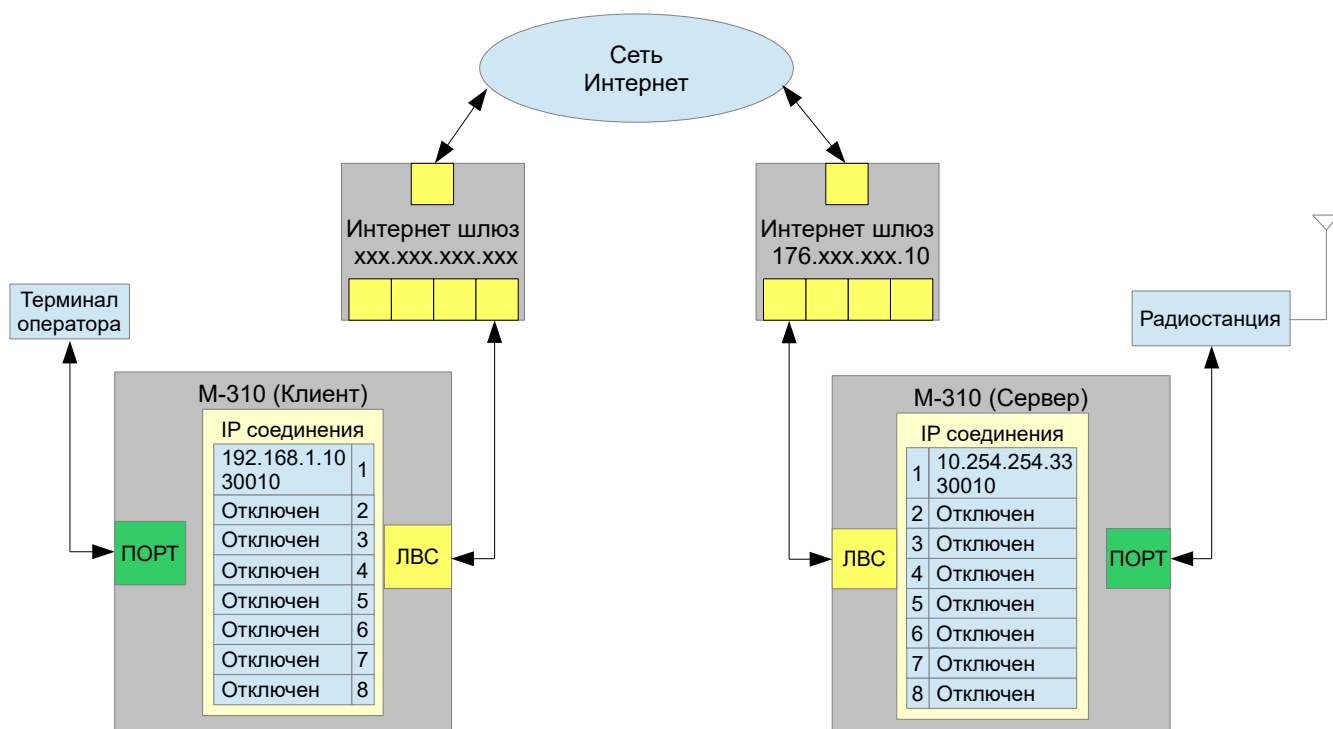

Рис. 3.6.3 Соединение контроллеров для работы через сеть интернет.
Для работы контроллеров через сеть Интернет, подключение выполняется через интернет шлюзы (маршрутизаторы). Пример подключения приведён на рис. 3.6.3.
- Пример конфигурации контроллеров системы при работе по схеме рис.3.6.3.